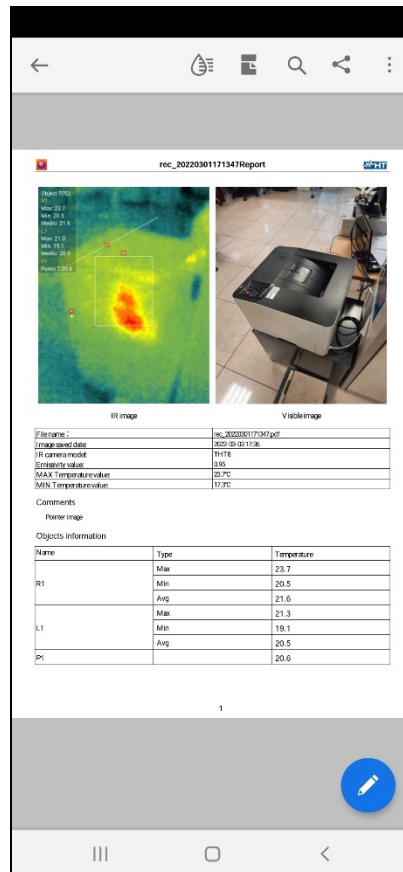

Abb. 13: Visualisierung des PDF-Berichts
5. Der PDF-Bericht wird automatisch erstellt und im Ordner **"DCIM/Report_pdf"** des angeschlossenen Mobilgeräts gespeichert, wie in Abb. 13